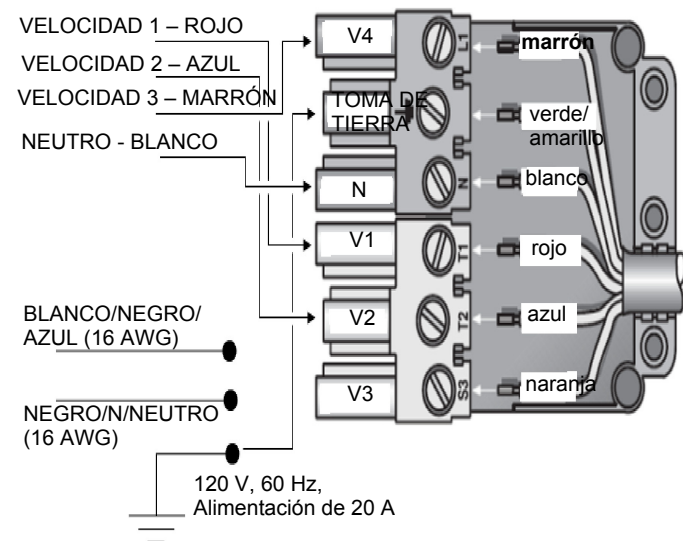

Figura 11: Cableado de la campana con un ventilador en línea
8. Conecte el ventilador a distancia con los cables del conector en espiral, como se muestra en la *Figura 11*. Conecte el cable verde (toma de tierra) del ventilador al tornillo de toma de tierra de la caja de conexiones.